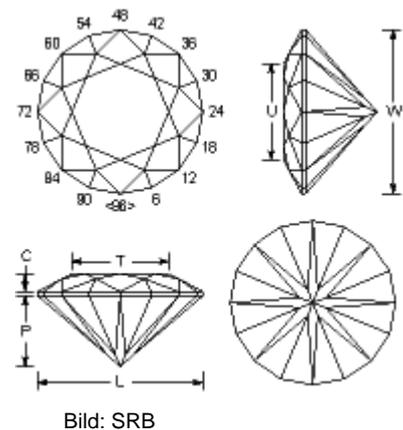

Bild Scale 1
- Eingaben wie im Bild Scale 1